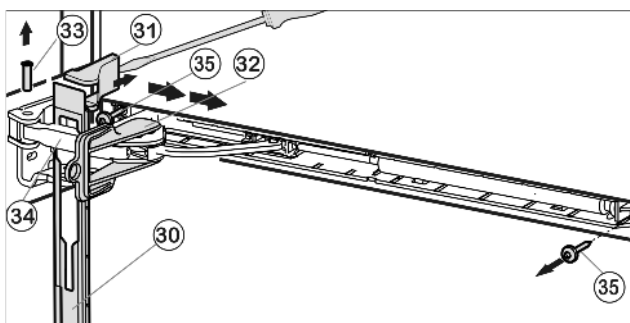

Fig. 12
- ▶ Сдвиньте накладку над амортизационной скобой Fig. 12 (34) в направлении устройства вперед.
- ▶ Зафиксируйте предохранитель Fig. 12 (32) в продольном пазе.
- ▶ Подденьте крышку Fig. 12 (31) отвёрткой с внешней стороны и снимите в направлении наружу.
- ▶ Выдавите палец Fig. 12 (33) снизу.
- ▶ Нажмите амортизационную скобу Fig. 12 (34) в направлении дверцы.
- ▶ Снимите накладку Fig. 12 (30).
- ▶ Открутите узел амортизатора закрывания дверцы (2 шт. Torx® 15) Fig. 12 (35).